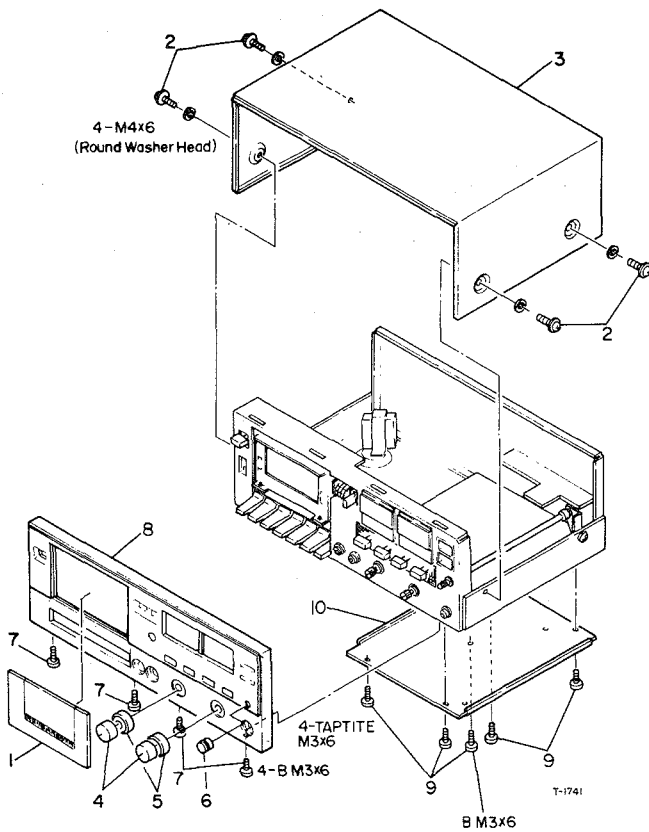

Fig. 4-1 External Parts
1. Fig. 4-1, 2 and 3.
1. Fig. 4-1, 1 thru 8.
1. Fig. 4-1, 1 -thru- 8 .
1. Fig. 4-1, 1-thru-3.